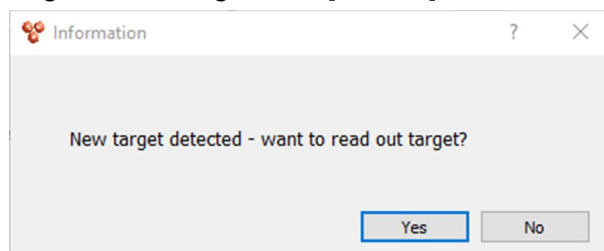

Abb. 3 Dialogfenster – Auslesen der Elektronik bestätigen
Sofern die TrigasDM-Elektronik erfolgreich durch die Software erkannt wurde, öffnet sich automatisch folgendes Dialogfenster [Abb. 3]:
- ▶ Mit „Yes“ bestätigen. [Abb. 3 ]